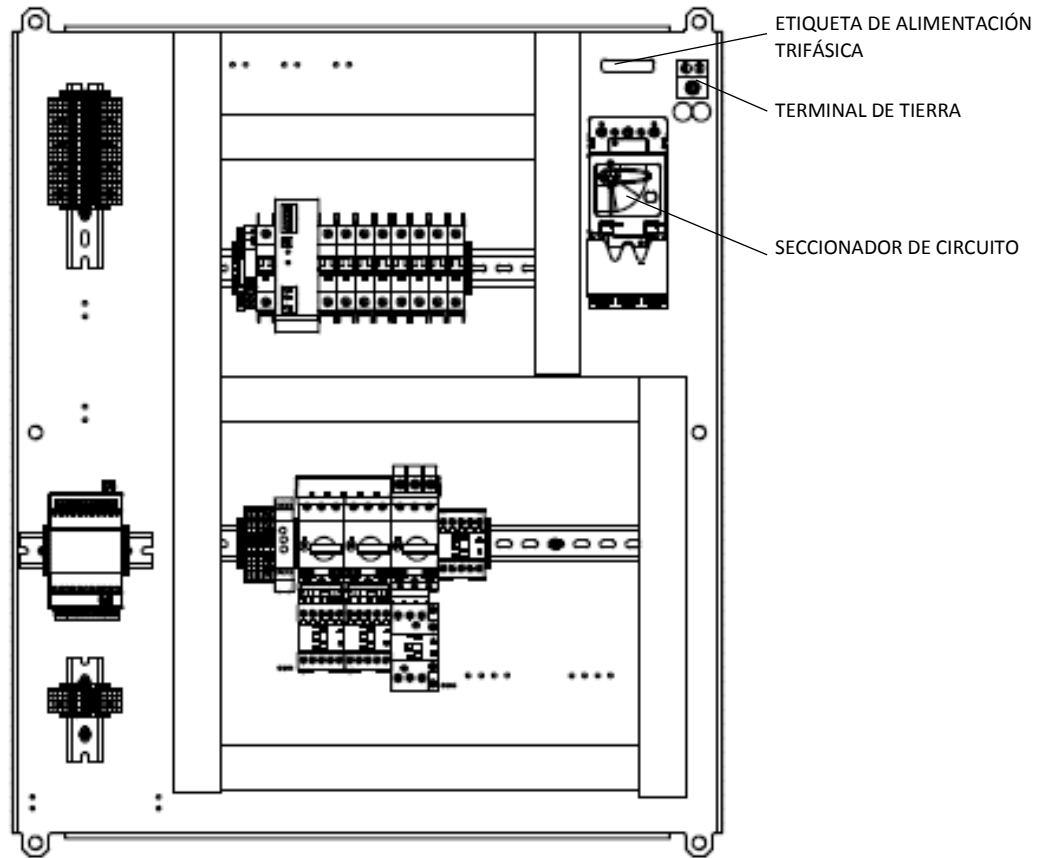

Figura 9: Panel eléctrico (simplificado)
5. Conecte el cable de tierra al terminal de tierra incluido (consulte la Figura 9).